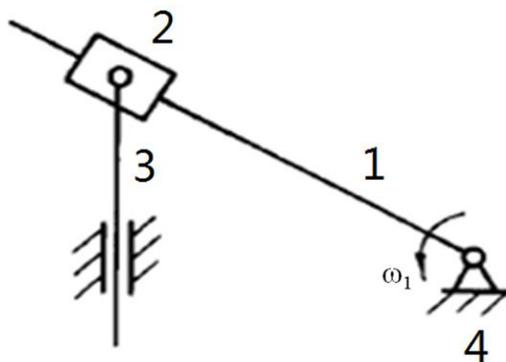

图4
2. （15分）如图4所示四杆机构，已知构件1以等角速度 $\omega$ 沿逆时针方向转动，试确定机构的全部瞬心，并写出构件3的速度表达式，说明其方向。